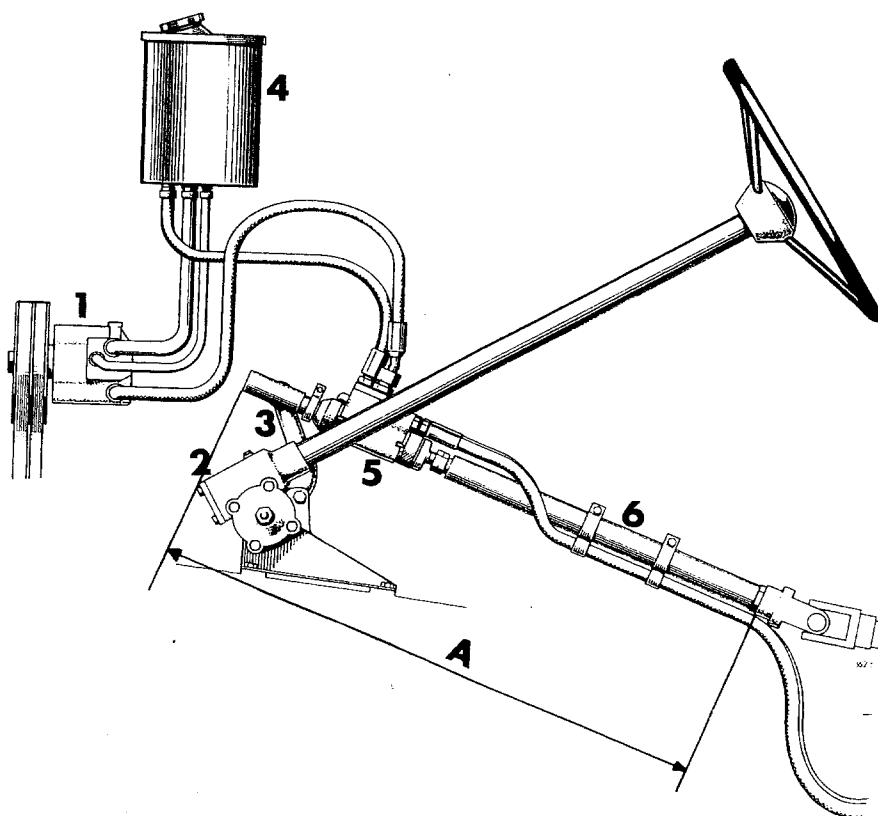

Fig 14-60. Styrventilens inställning
1. Styrventilen skall skruvas på länkstången så långt att måttet A fig 14-60 blir 802,5-806,5 mm med sliden i mittenläge.